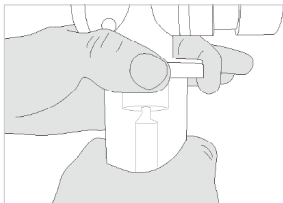

Abbildung 13
- Halten Sie den Ring der Verneblerkappe und drehen Sie die Verneblerschale in die Oberseite, bis sie einrastet. **(Abb. 13, 13a)**